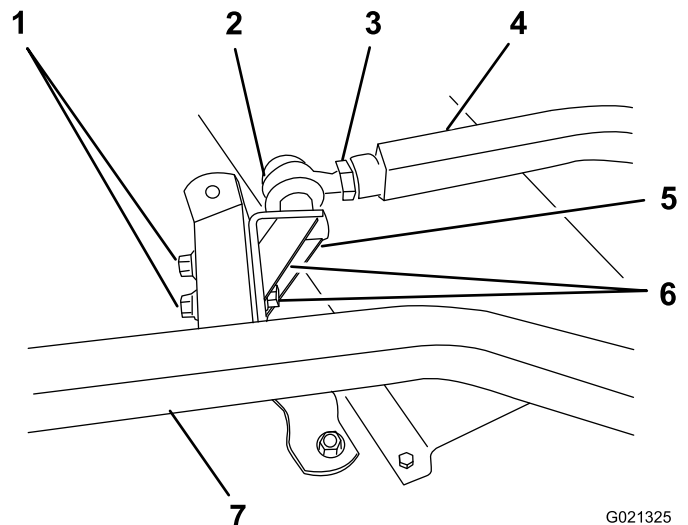

Figure 23
6. Demandez à une autre personne d'appuyer sur le bras de poussée gauche pendant que vous enlevez les vis à tête, les rondelles plates et les contre-écrous qui fixent le support de rotule au bras pivotant sur le plateau de coupe (Figure 23). Cette même personne peut laisser remonter doucement le bras de poussée ce qui soulagera graduellement la charge de 68 kg du ressort.
- Demandez à une autre personne d'appuyer avec précaution sur le bras de poussée gauche jusqu'à ce que les trous du support de rotule soient en face des trous du bras pivotant (Figure 23). Glissez immédiatement un bloc de bois de 10 cm x 10 cm entre le haut du bras de poussée et le dessous du châssis.